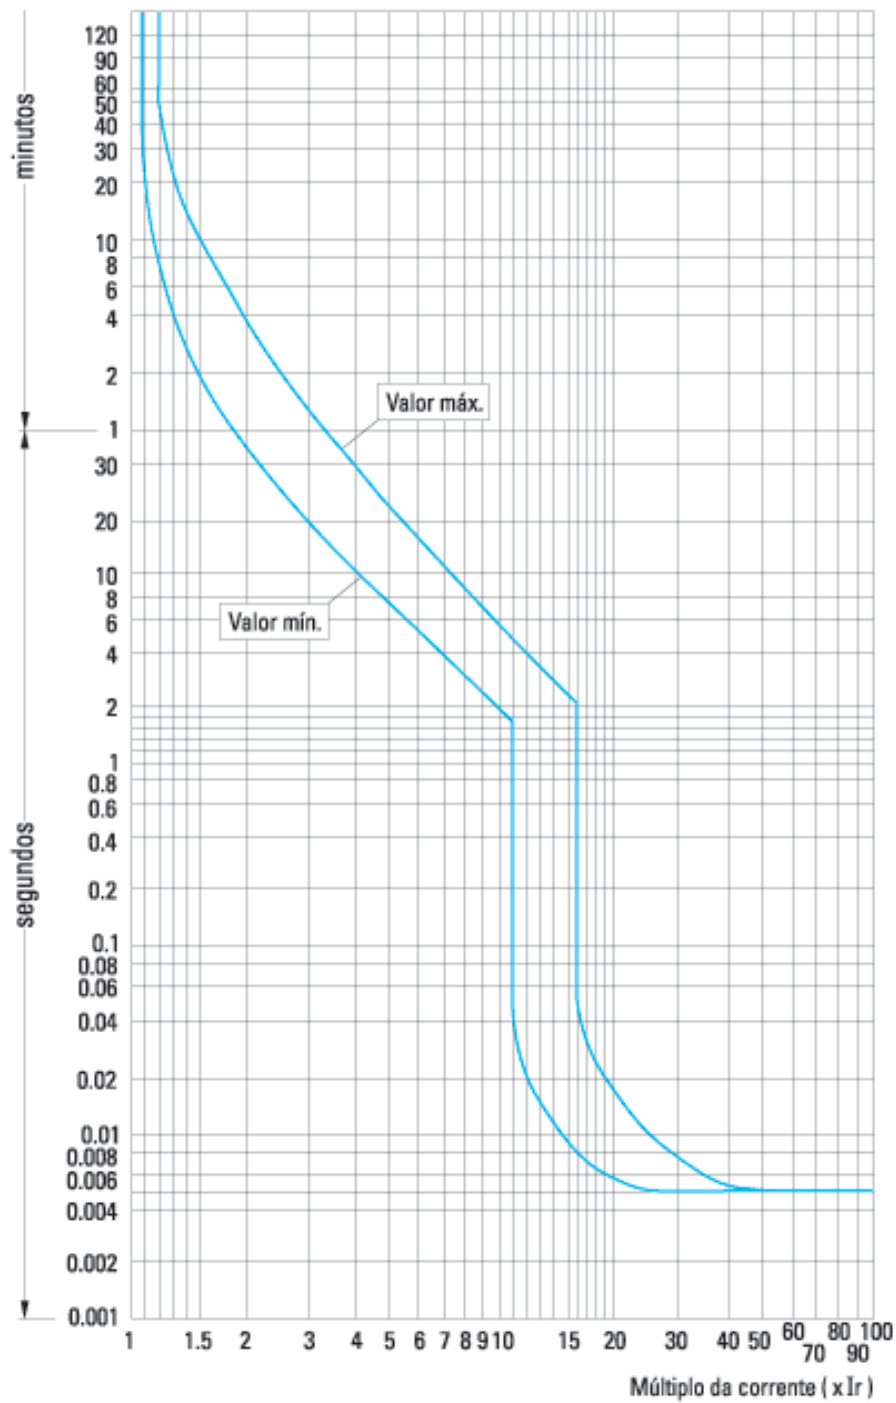

Figura 9.8: Exemplo de curva de disparo do relé.
- Corrente nominal (A)
- Corrente de partida (A)
- Corrente com o rotor bloqueado (A)
- (b) Ajustar o relé representado pela Figura 9.8 para o disjuntor não desarmar na partida do motor (2 s) e atuar no caso de rotor preso (tempo máximo admissível 10 s).